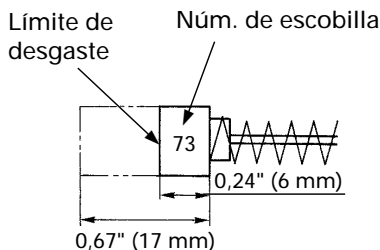

Fig. 5
3. Inspeccionar los carbones de contacto (Fig. 5)
NOTA: Utilice las escobillas HITACHI Núm. 73 indicadas en la Fig. 5.